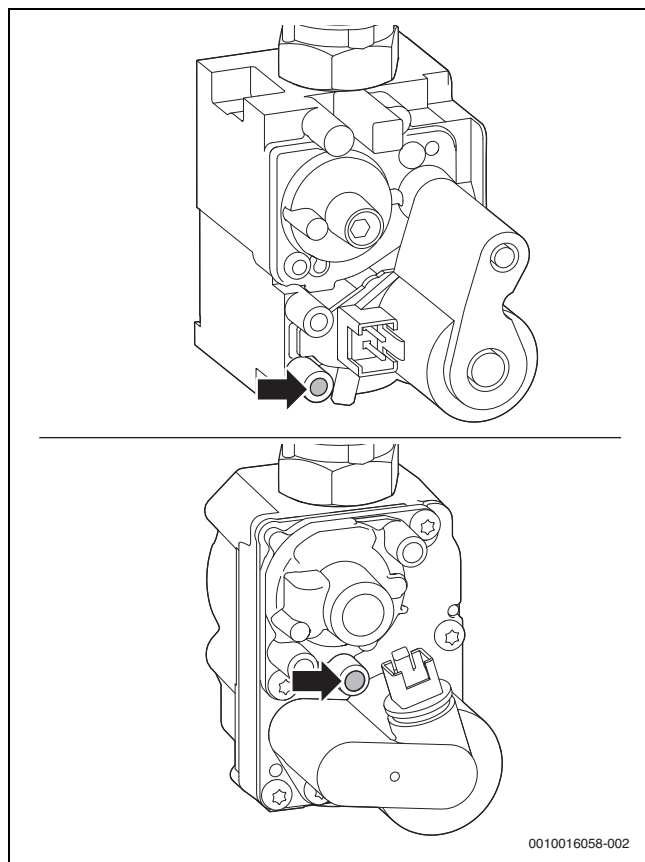

Рис. 39 Штуцер для выполнения замеров давления газа
- ▶ Откройте винт для измерения разности давлений газового клапана (→ рис. 39, стр. 40).